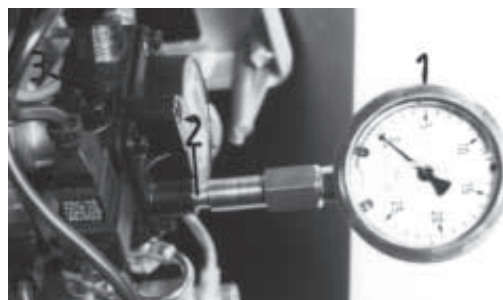

Abb. 17
- Verminderung der Ölmenge durch Herabsetzen des Pumpendruckes: Linksdrehung der Druckverstellungsschraube an der Pumpe (Abb. 17 Pos. 3.)
Kontrolle des eingestellten Druckes durch Lösen der Verschlußschraube (Abb. 17 Pos. 2) und Eindrehen eines Druckmanometers (Abb. 17 Pos. 1).